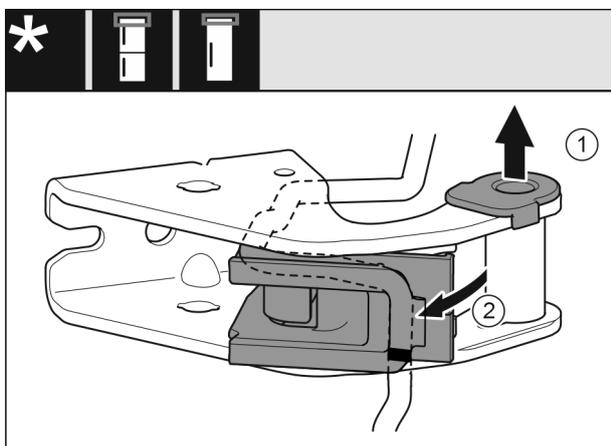

Fig. 27
- ▶ Выведите опорную втулку Fig. 27 (1) из направляющей.
- ▶ Отведите в сторону держатель кабеля Fig. 27 (2).